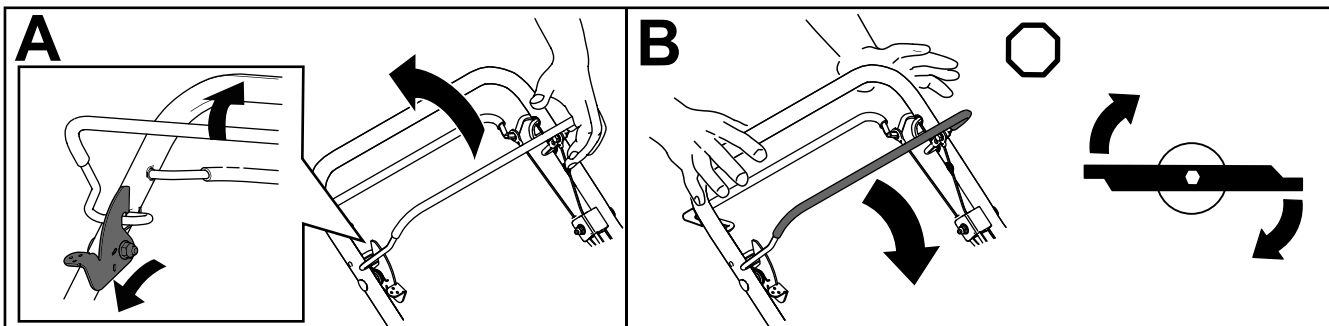

Figura 17
1. inei apăsată în față maneta de blocare de comandă pentru lamă pentru a elibera bara de comandă pentru lamă (A din Figura 17).
2. Trageți bara de comandă pentru lamă spre mâner i eliberați maneta de blocare de comandă pentru lamă; lama trebuie să se cupleze (A din Figura 17).
3. Eliberați bara de comandă pentru lamă pentru a decupla lama (B din Figura 17). Bara de blocare de comandă pentru lamă se resetează pentru a bloca maneta de comandă pentru lamă.